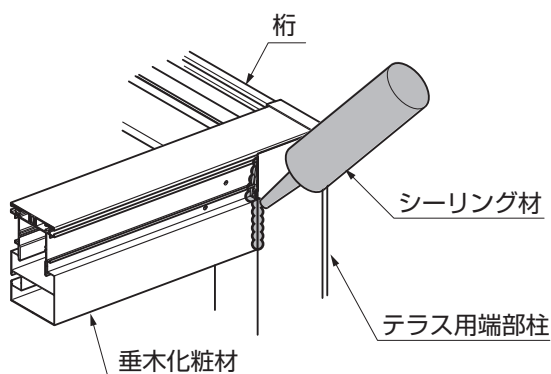

図17-4
- ①垂木化粧材を垂木、妻垂木に、【1-3】、【2-5】で取付けてください。
- ②妻垂木、垂木化粧材とテラス用端部柱の接合部を、シーリングしてください。(図17-4参照)
- 指定の箇所には、必ず雨水侵入防止のため、シーリングをしてください。(図17-4参照)